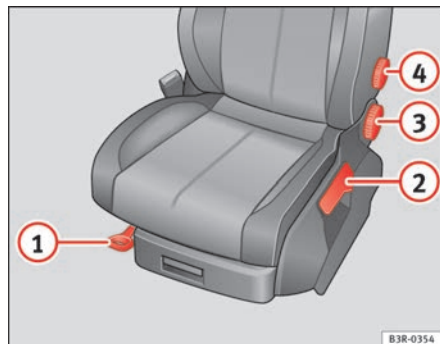

Fig. 106 Comandi sul sedile del conducente
- Sollevare la leva ① ⇒ fig. 106 e spostare il sedile nella posizione desiderata.
- Lasciare la leva ① e spingere ancora il sedile fino a far scattare il dispositivo di bloccaggio.
- Tirare ripetutamente la leva ② ⇒ fig. 106 fino a raggiungere la posizione desiderata.
- Girare la manopola per modificare l'inclinazione dello schienale (3) ⇒ pag. 139, fig. 106).
- Per regolare il supporto lombare si deve girare l'apposita rotella (4) ⇒ pag. 139, fig. 106 evitando di gravare con il peso del corpo sullo schienale.